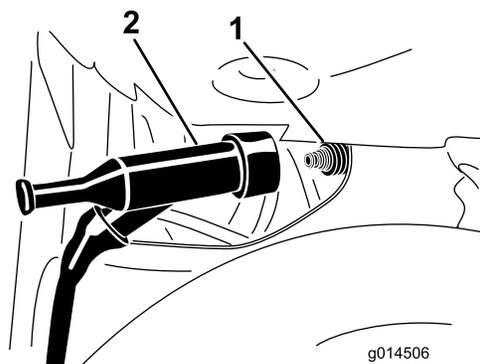

Figure 37
2. Débranchez le fil de la borne de la bougie (Figure 37).
4. Poussez le fil sur la borne de la bougie (Figure 37).